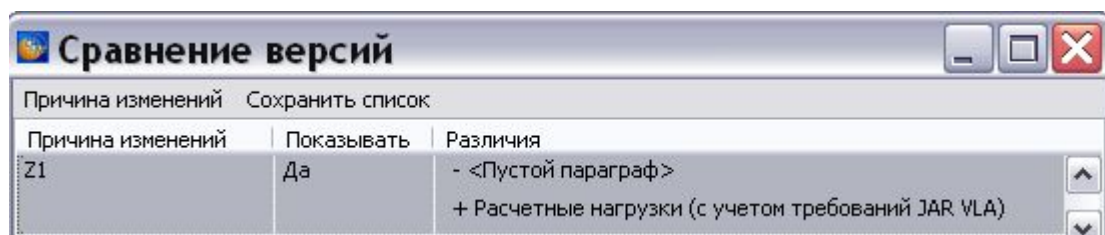

Рис. 9.25
8. Нажмите на кнопку **Применить**. После этого произойдет возврат в окно **Сравнение версий** (Рис. 9.25).